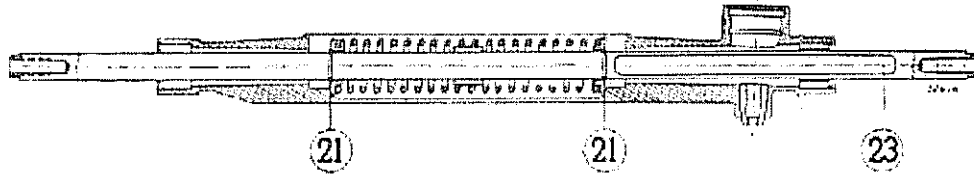
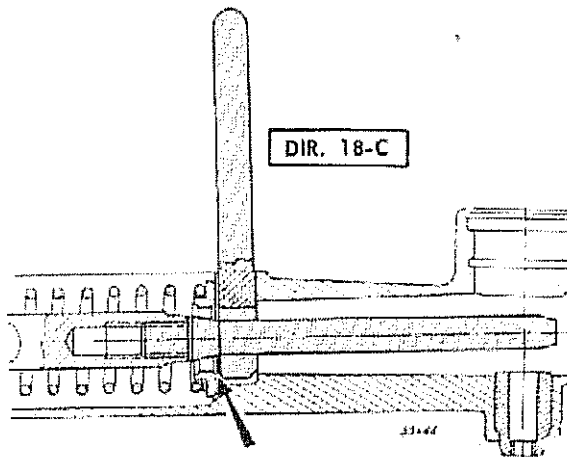
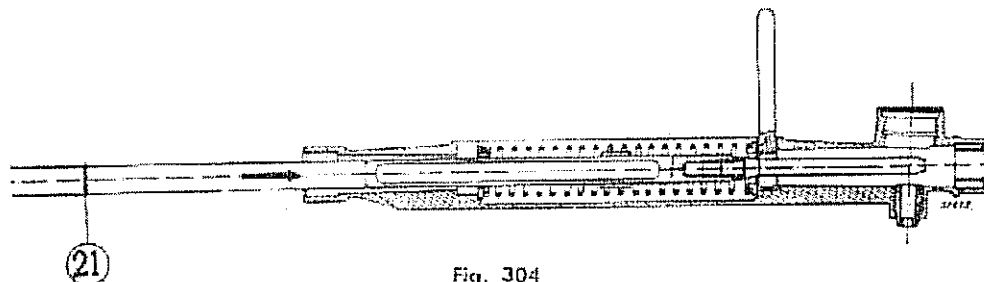

Fig. 305
Fig. 303
Fig. 304
4) Colocar la herramienta especial, horquilla DIR. 18-C, entre la arandela tope del resorte y la caja en el lado del piñón. Introducir el otro aro retén entre la arandela tope y la herramienta DIR. 18-C (Fig. 303) y deslizar la cremallera, cuidando que el aro retén se introduzca firmemente en la ranura correspondiente (Fig. 304). Luego retirar las dos herramientas, la cremallera (23) quedará instalada con sus dos aros retenes tal como se muestra (Fig. 305).